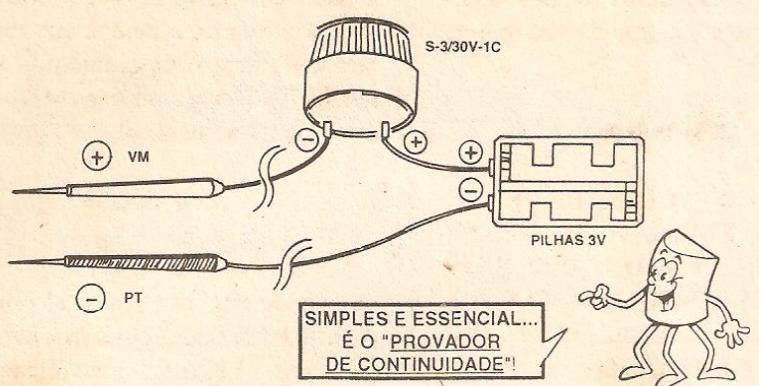
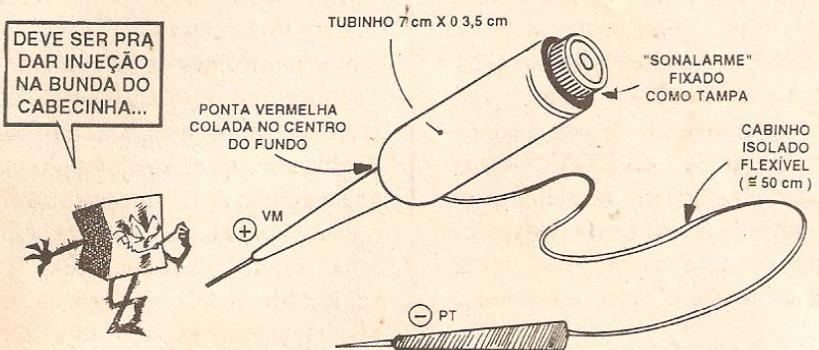

FIG. 3
FIG. 4
- FIG. 3 - UM SIMPLES (E MUITO ÚTIL...) PROVADOR DE CONTINUIDADE, "USÁVEL" (ENTRE OUTRAS FUNÇÕES...) PARA DESCORTINAR A CONEXÃO INTERNA DA "LAPELA" METÁLICA... - O Leitor/ "Aluno" do ABC já tomou contato com o instrumento chamado de PROVADOR DE CONTINUIDADE, cuja extrema utilidade foi citada mais de uma vez no decorrer do nosso "Curso" (inclusive mostramos alguns exemplos práticos de como construir provadores desse tipo...).
- FIG. 4 - DANDO FORMA FINAL AO PROVADOR - Qualquer instrumento de testes e prova, para uso prático em Eletrônica, deve ser compacto, de fácil manuseio, confortável nos seus aspectos ergonóméticos (ou seja, na "combi-nação" com a forma da mão do operador e com os métodos "mecânicos" da sua aplicação/movimentação no uso...), leve, resistente, etc. Seguindo a risca todos esses preceitos, podemos encapsular o circuito do PROVADOR (fig. 3) de maneira a transformá-lo num "real instrumento", bonito e prático... Basa arranjar um tubinho, metálico ou plástico
(provavelmente alguma embalagem vazia de medicamentos ou cosméticos servirá...), cujas medidas sejam iguais ou pouco maiores do que 7 cm. de comprimento por 3,5 cm. de diâmetro, dotado de tampa (de encaixe ou de rosquear...) numa das extremidades do seu corpo cilíndrico... No interior do tubo enfia-se o suporte com as pilhas; o sinalizador piezo pode ser fixado externamente à tampa da embalagem (pode ser colado com adesivo de **epoxy** ou de **cianoacrilato**, mas efetuando-se antes uma furação de passagem para os terminais do dispositivo, que devem penetrar na base do tubo, para ligação aos demais componentes conforme fig. 3). Dependendo das reais dimensões do tubo (diâmetro, principalmente) pode até ser possível usar o próprio sinalizador piezo **no lugar** da tampa... No fundo do tubo faz-se uma furação central capaz de receber o diâmetro da capa plástica de ponta de prova **vermelha**, que deve ser aí inserida e fixada com o adesivo forte (os mesmos indicados para a eventual fixação do sinalizador à tampa...). Na lateral do tubo, em ponto próximo ao seu fundo (onde se fixou a ponta de prova **vermelha**...), deve ser feito um pequeno furo para passagem do cabo (este não muito curto) da ponta de prova **preta**... A disposição geral mostrada na figura não é difícil de entender, nem de "copiar", acreditamos... Como resultado o Leitor/ "Aluno" terá um instrumento extremamente prático no seu manuseio (além de útil, em termos puramente eletrônicos...).